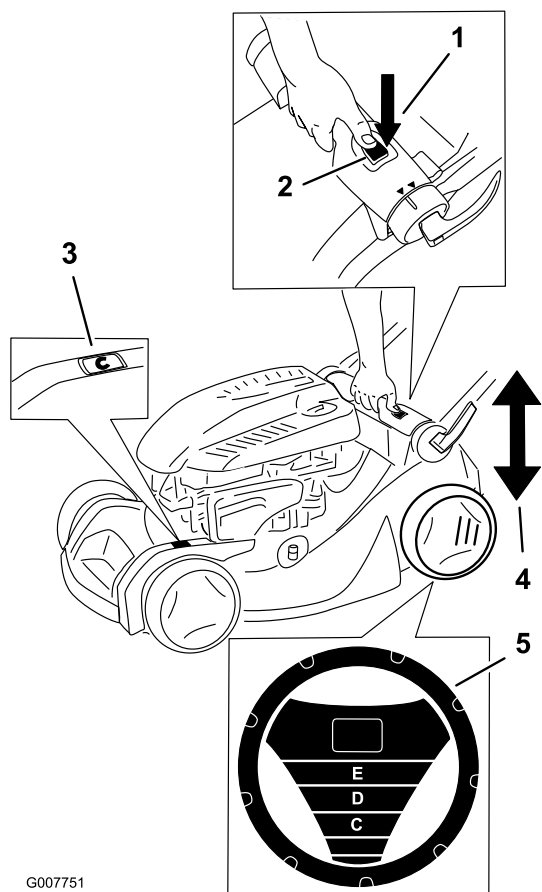

Figura 13
Nota: Il dispositivo SmartWheel® è in grado di calcolare l'altezza di taglio adeguata per falciare non più di un terzo del filo d'erba (Figura 13).
2. Portate il tosaerba sul manto erboso; fermatelo quando il dispositivo SmartWheel raggiunge la posizione verticale (Figura 13).
4. Premete il pulsante di regolazione dell'altezza di taglio e agite sulla manopola di regolazione per alzare o abbassare l'altezza di taglio (Figura 13).
5. Sollevare o abbassare la maniglia ed utilizzare la scala dell'altezza di taglio per regolare il tosaerba all'altezza di taglio desiderata (Figura 13).